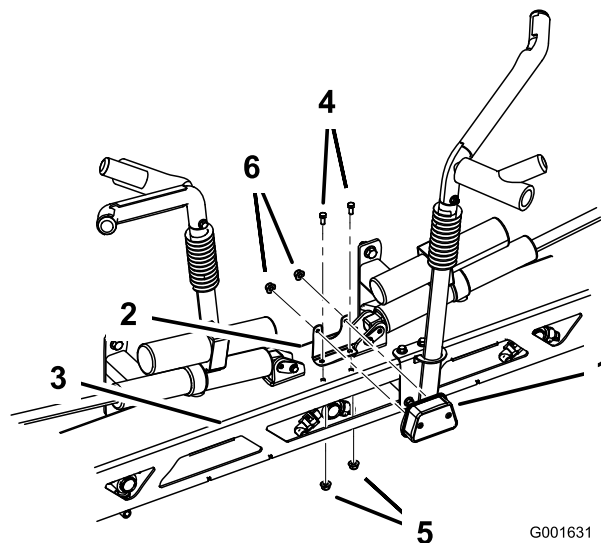

Figura 9
1. Prenda o suporte da luz traseira no suporte da rampa central com dois parafusos (5/16 x 3/4 pol.) e duas porcas flangeadas (5/16 pol.) (Figura 9).
2. Instale a luz traseira no suporte de luz traseira com duas porcas (1/4 pol.) (Figura 9).